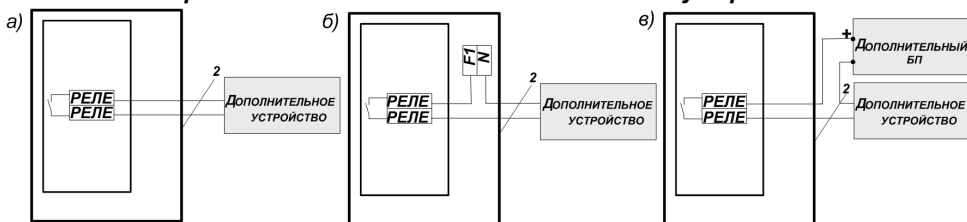

Рис.1
Электрический монтаж рекомендуется выполнять согласно Рис.1 Приложения Б в приведенной ниже последовательности.
- 2.2.3. Подключить реле (дополнительные устройства) к клеммам «РЕЛЕ» на плате «ТТ102», соблюдая полярность при подключении. Варианты подключения вспомогательных устройств смотри на Рис.1